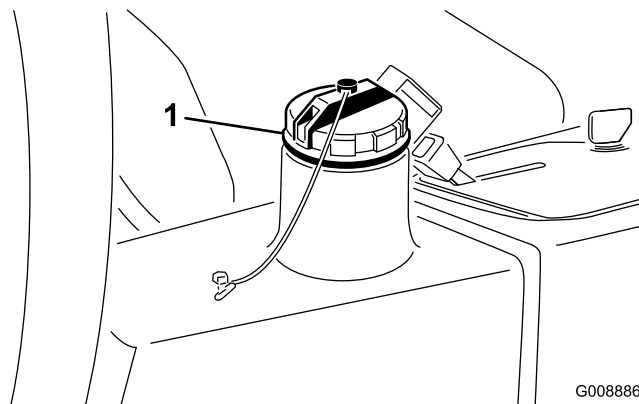

Figura 71
4. Riempite il serbatoio (Figura 71) con 13,2 litri circa di fluido idraulico; vedere Verifica dell'impianto idraulico.